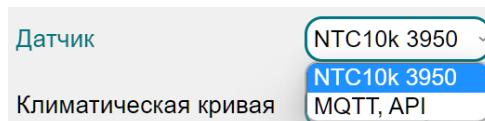

Рисунок 15
- Параметр *Датчик* (рис. 15):